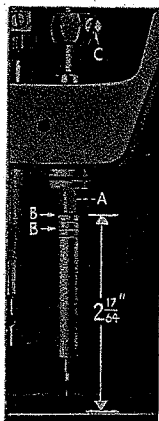

Fig. 11
El manguito inferior de la barra de la aguja, el que se regula con la barra de la aguja, es ajustado en la fábrica. La distancia desde el fondo del manguito (A, Fig. 11) al asiento de la plancha de aguja es de 2-17/64" (5,75 cm.).
Cuando la barra de la aguja está en su posición más baja, la raya reguladora superior (B, Fig. 11) (del par seleccionado) dependiendo de la aguja usada, deberá estar a NIVEL con el borde inferior del manguito inferior de la barra de la aguja (A).
La ilustración (Fig. 11) muestra el ajuste correcto de la barra de la aguja en el Estilo 63400A, usando la aguja extracorta, Tipo 183 GXG o 183 GYS. El ajuste de la barra de la aguja en el Estilo 63400B, usando la aguja corta, Tipo 180 GXG o 180 GYS se lleva a cabo en la misma forma, excepto que se usa el par de marcas inferiores.
funcionamiento hasta que la barra de la aguja esté en su posición más baja, y continúese volteando la rueda de mano o volante hasta que la aguja ascienda y la marca reguladora inferior (del par seleccionado) (Fig. 11) usado en el ajuste de la barra de la aguja está a nivel con el borde inferior del manguito de la barra de la aguja (A).
Dese vuelta al gancho en el eje hasta que el punto del gancho esté a nivel con el centro de la aguja y tan cerca de la aguja como sea posible, sin desviarlo. Un espacio de 0.003 a 0.005 de pulgada\* entre la aguja y el punto del gancho es satisfactorio. Con el gancho en esta posición, apriétese bien el tornillo de sujeción opuesto al punto del gancho. Después, apriétense bien los dos tornillos restantes, y verifíquese de nuevo la regulación del gancho con la de la aguja, cuando el tope del ojo de la aguja deberá estar a 1/64" (0,40 mm) debajo de fondo del punto del gancho. Si ésta condición no existiera, vuelva a verificarse el ajuste del manguito de la barra de la aguja en relación al asiento de la plancha de la aguja. (Fig. 11)